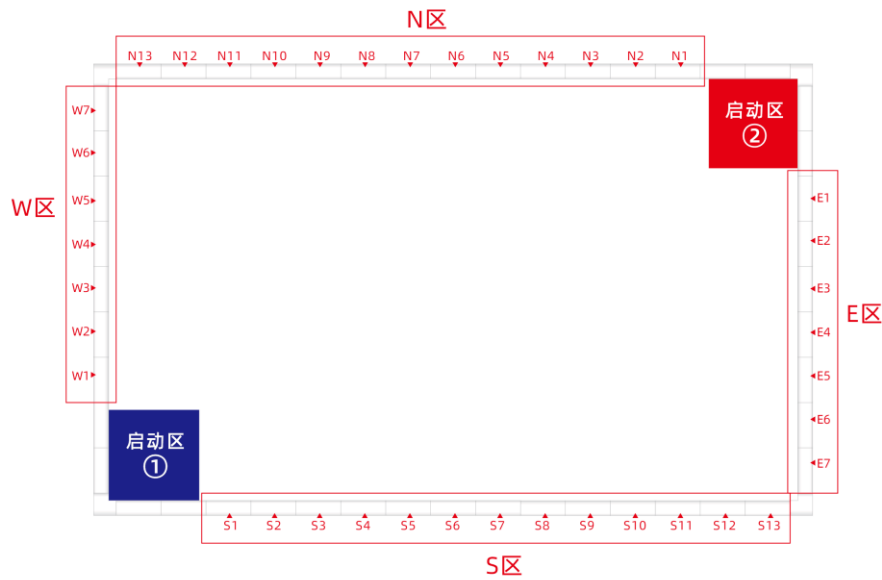

图 11 赛台围栏分区及编号
- (1) 航天器海运所用的模型不进行抽签。
- (2) 围栏东、南、西、北四边可利用的每段挡板按顺序编号，如图 11 所示。
- (3) 可使用抽签卡，并按表格顺序抽签。
- (4) 模型类型及位置由抽签决定，由裁判确定其安装方向。
- (5) 若模型位置不合适，可重新抽取。